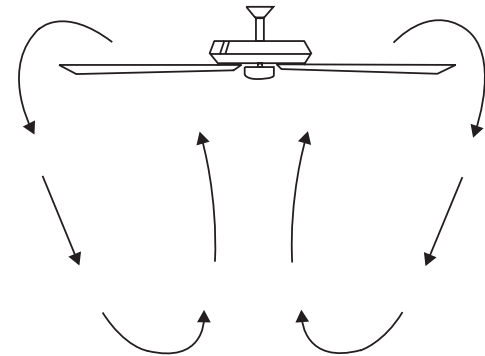

Fig. 24
**Fonctionnement par temps frais:** Inverser (dans le sens des aiguilles d'une montre). Un flux d'air ascendant évacue l'air chaud des zones du plafond, comme illustré à la Fig. 24. Cela vous permet de régler votre appareil de chauffage sur un réglage plus froid sans affecter votre confort général.